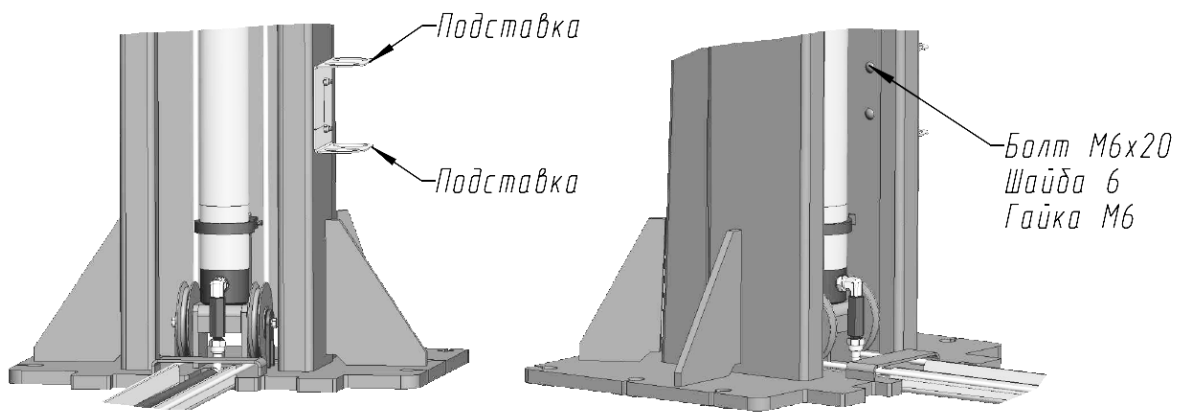

Рисунок 6.8 - Установка подставок
6.14 Для установки подставок (см. Рисунок 6.8) необходимо поднять и установить на фиксатор каретки.